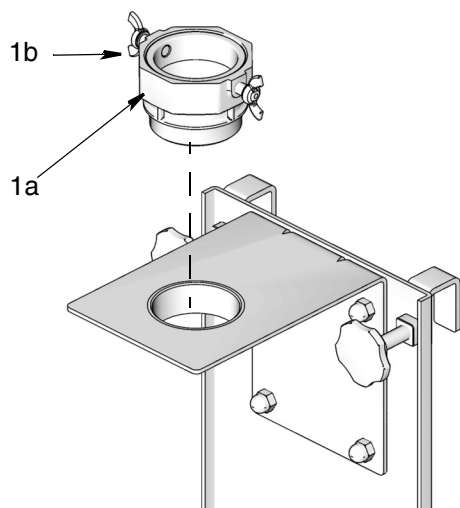
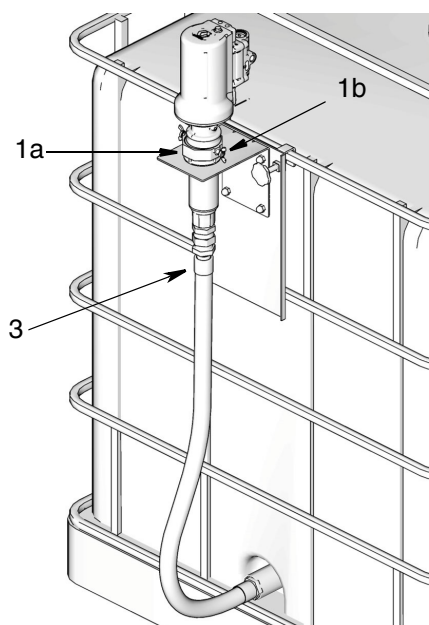

Рис. 12
Рис. 13
3. Вверните переходник втулки (1а) насоса в отверстие на скобе насоса в сборе. Надежно затяните рукой. (Рис. 12).
- Установите насос (1) в переходник втулки (1а) (Рис. 13). Зафиксируйте насос на месте, затянув винты с прокладками (1b) (Рис. 12 и Рис. 13).